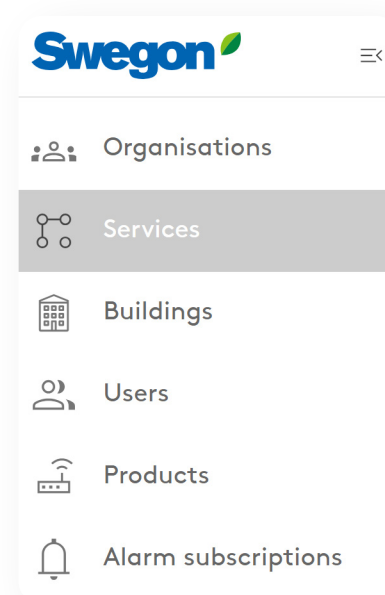

Figure 7. Page Services du portail INSIDE.
1. Accédez à la page des services, située dans le menu de gauche du portail INSIDE (fig.7).